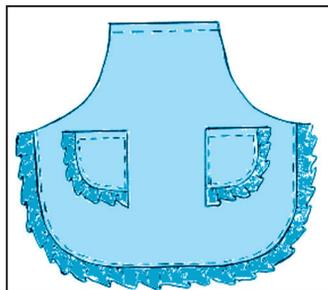

Рис.47. Обработка накладного кармана.
3. В промежутке 0,1 см от ручного шва на машине прострачивают швом вподгибку, и ручные стежки удаляют. Швы обрабатывают влажно-тепловым способом (рис.47).
5. Готовые карманы раскладывают на обозначенные места и прикалывают булавками. Затем карман пристрачивают к фартуку (рис.47).